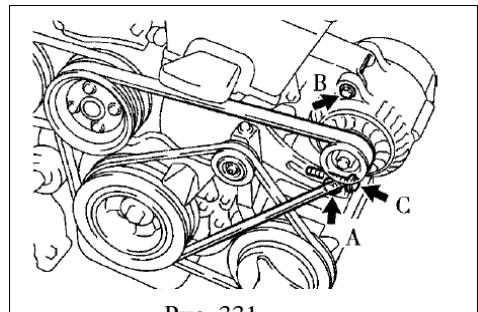

Рис. 331
- b) Открутите болты A, B, C(рис. 331)**